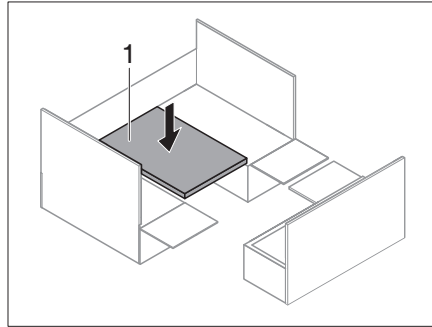

Bild 220 Einhängetisch nach unten
- Einhängetisch (Bild 220,1) von der oberen Einhängeschiene in die untere Einhängeschiene wechseln.